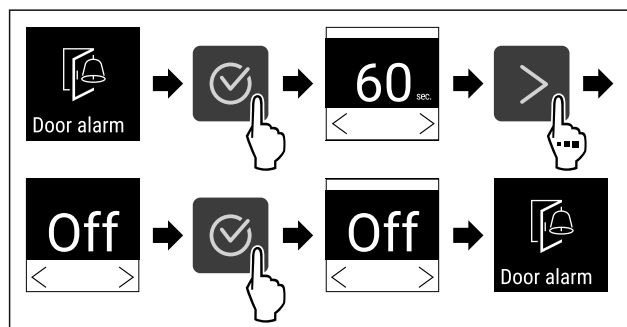

Fig. 106
- ▶ Provedte akční kroky (viz Fig. 106).